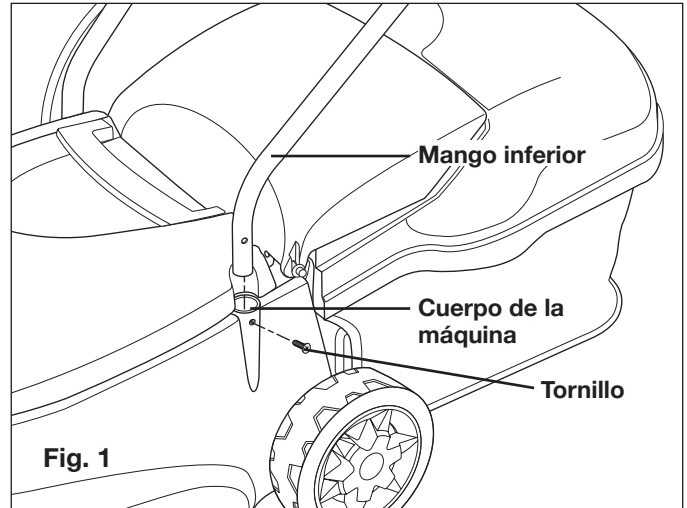

Fig. 1
1. Coloque el mango inferior dentro de los dos orificios en el cuerpo de la máquina y ajuste el mango en ambos lados con los tornillos proporcionados (Fig. 1).